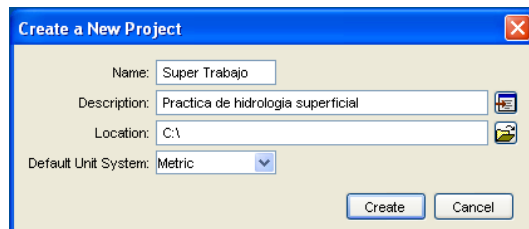

Figura 6
- 2) Como resultado del paso 1 aparece el formulario de la figura 6. Es el paso clave a realizar si no se quiere tener el error 2 del anejo de Problemas con HMS.